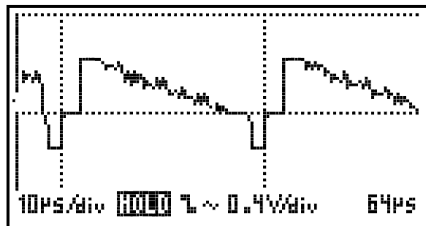

Fig 14
- **Markers:** Moveable markers in order to measure the signal (Fig. 14).
- **Markers:** Verschuifbare markers om metingen te verrichten op het signaal. (Fig. 14)
- **Repères:** Repères mobiles pour effectuer des mesures sur le signal (voir ci-dessous pour l'utilisation). (Fig. 14)
- **Markierungen:** Verschiebbare Markierungen für Messungen am Signal (für den Gebrauch siehe weiter unten). (Abb. 14)